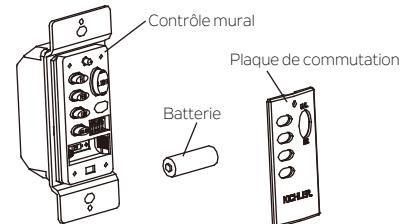

Fig. 14
**Étape 3.** Installer la batterie 23A 12V (inclus) avec le système de contrôle mural et s'assurer qu'elle est correctement installée. Remettre la plaque de commutation en place. (Fig. 14)